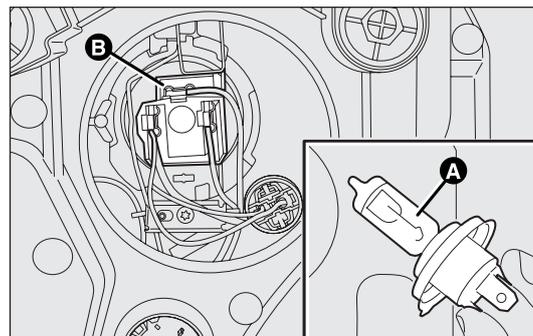

fig. 139
- scollegare il connettore elettrico B-fig. 139 centrale e sganciare la molletta fermalamпада;